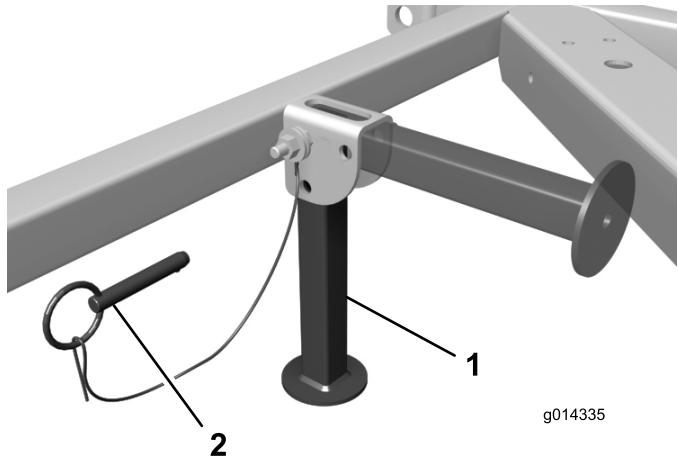

Figura 2
2. Retire os pinos de ligação rápida que prendem as bases de armazenamento na posição elevada (Figura 2). Incline as bases para baixo e fixe-as com pinos de ligação rápida.